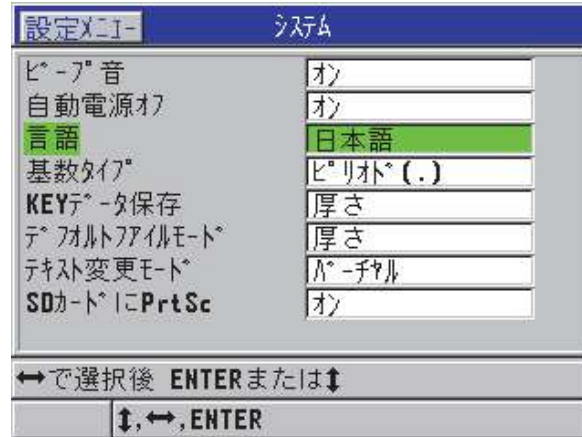

図 4-1 システム画面
2. システム画面で、以下の操作を行います（42 ページ図 4-1）。